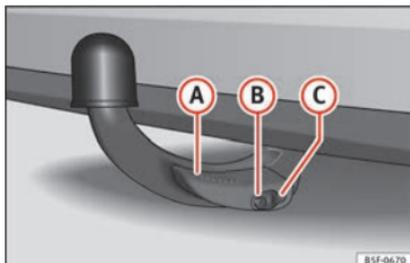

Abb. 232 Ordnungsgemäß befestigter abnehmbarer Kugelkopf
- Der Hebel **A** » » **Abb. 232** ist vollständig angehoben.
- Der Entriegelungsbolzen **B** » » **Abb. 232** steht komplett heraus (sein rot-grüner Teil ist sichtbar).
- Die Abdeckung **C** » » **Abb. 232** sitzt auf dem Schloss.